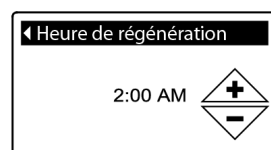

FIG.36
5. Appuyez sur SELECT (O) pour afficher l'écran **Temps de régénération** (Figure 36).